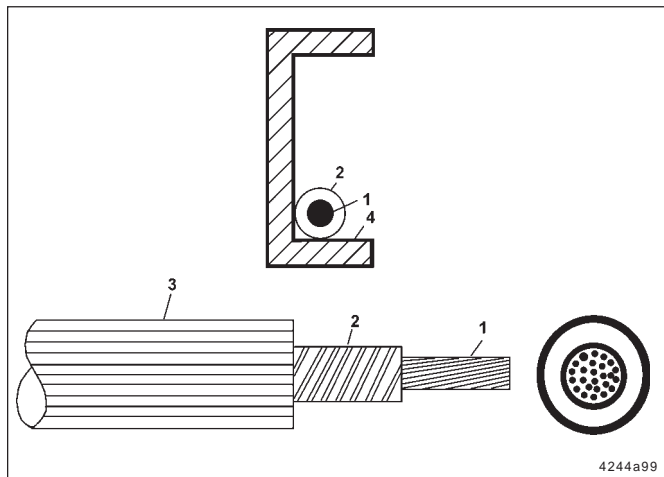

Abb. 25 - Schutzmaßnahmen für elektrische Leitungen
- Die Ummantelung (Pos.3, Abb. 25) der Leitung soll nach Unterabschnitt 9.2.2.6.1 des ADR aus Polyurethan sein (nur Original LINCOLN ADR Leitungen verwenden).